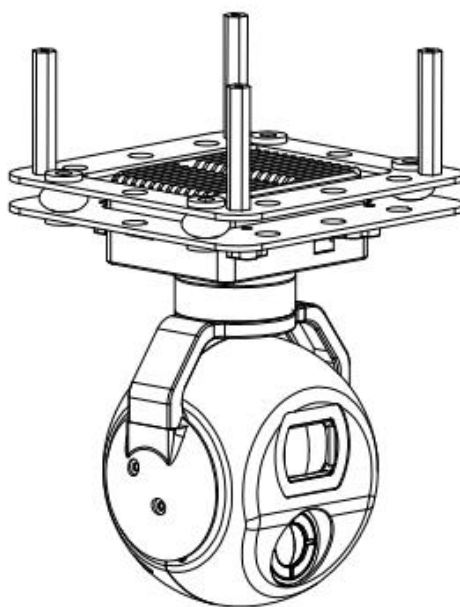

图 1-1-1 双光一体云台结构
DYD05L12 是一款集成 45 倍混合变焦^①相机、1200 米测距模块、高精度专业两轴增稳吊舱的变焦双光一体系统，采用网络 IP 输出，云台采用高精度编码器 FOC 控制方案，具有稳定性高、体积小、重量轻、功耗低的特点；可见光相机采用有效像素 400 万的 SENSOR。串口^②、S.BUS 与网络均可对相机及云台进行控制，支持本地 TF 双路录像拍照。云台结构如图 1-1-1 所示：